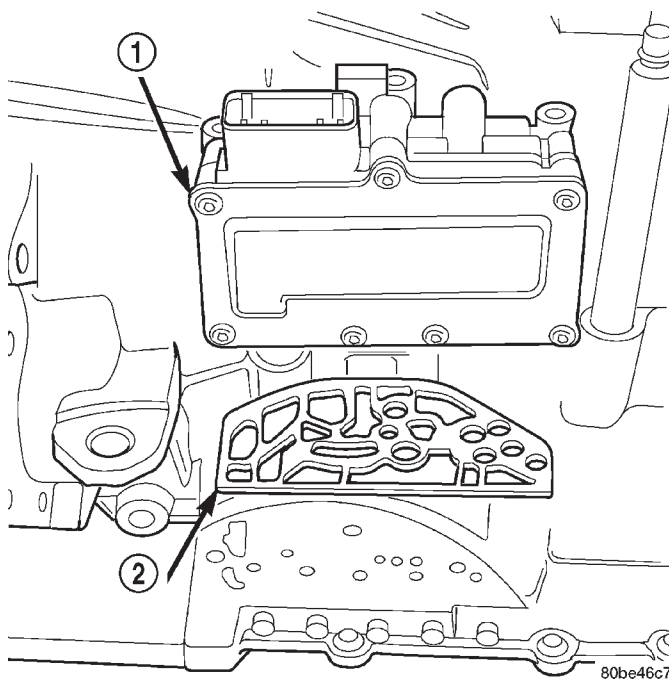

Fig. 288 Conjunto solenoides y conmutadores de presión y junta
- (7) Retire el conjunto de solenoides y conmutadores de presión y la junta (Fig. 288). Tenga cuidado a fin de evitar que el material de junta y materias extrañas se alojen en los orificios del cárter del transeje.
(1) Instale el conjunto de solenoides y conmutadores de presión en el transeje con una junta nueva (Fig. 288).